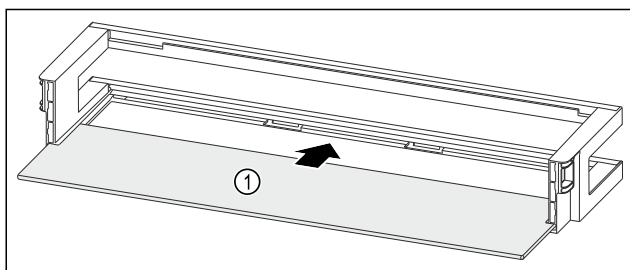

Fig. 97 Odkladací priestor vo dverách s odkladacou plochou
- Zasuňte odkladaciu plochu Fig. 97 (1) do bočných vybraní.